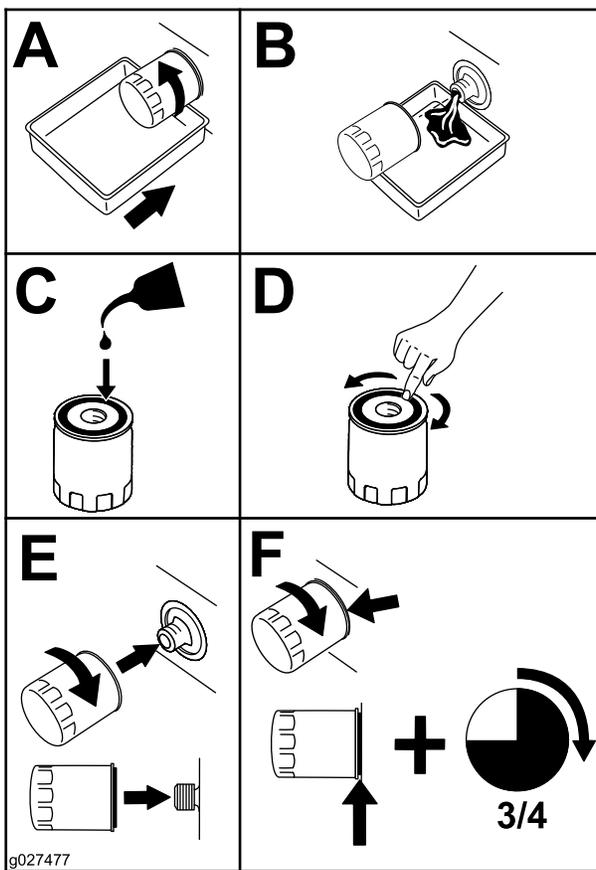

Bild 39
4. Tauschen Sie den Ölfilter aus (Bild 39).